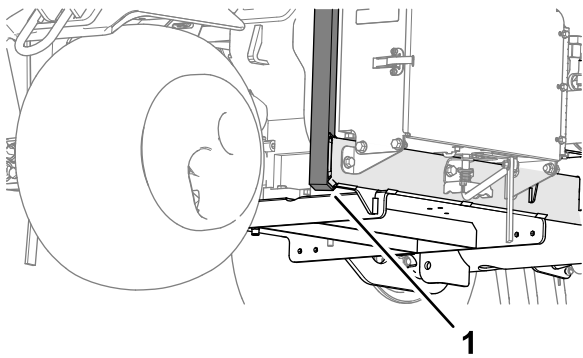

Bild 127
3. Stellen Sie den Wagenheber sicher unter den Tragarm des Vorderrads (Bild 127).